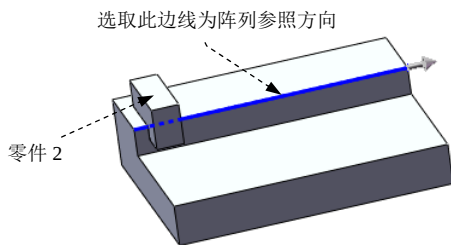

图 4.5.2 选取阵列参考方向
Step3. 确定阵列方向。在图形区选取图 4.5.2 所示的边为阵列参考方向，然后在“线性阵列”窗口的 **方向1** 区域中单击“反向”按钮。
Step5. 定义要阵列的零部件。在“线性阵列”窗口的 **要阵列的零部件(O)** 区域中单击 后的文本框，选取图 4.5.2 所示的零件 2 作为要阵列的零部件。